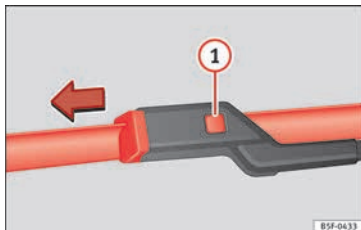

Fig. 62 Remplacement des balais de l'essuie-glace avant.
- Appuyez sur la touche de déverrouillage » fig. 62 ❶ en tirant légèrement sur le balai dans le sens indiqué par la flèche.